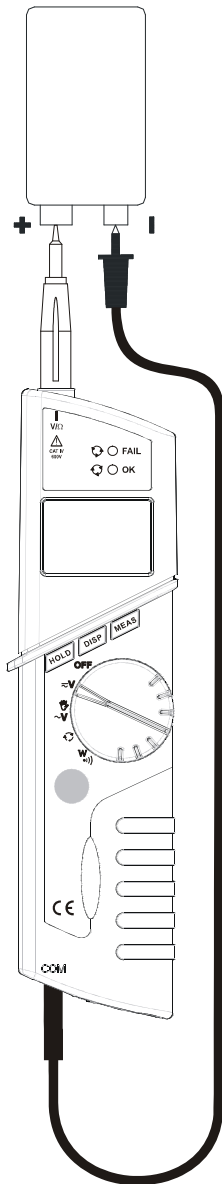

Fig. 3: DC Spannungsmessung
2. Stecken Sie die schwarze Messleitung in den **COM** Eingang und die rote in den V+/ Ω Eingang (Fig. 3).
5. Wenn auf dem Display "-" erscheint, wurden Plus- und Minuspol vertauscht, vergleichen mit dem Bild in Fig. 3